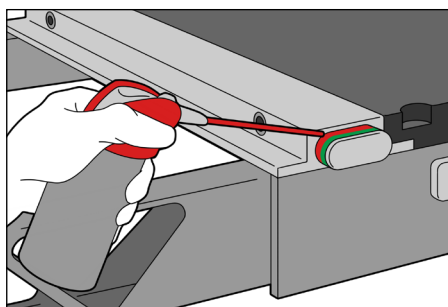

Fig. 5
7. Pulverizați lubrifianț în spațiul dintre partea de sus a butonului și carcasa încuietorii, pentru a lubrifia componentele interne. (Fig. 5)